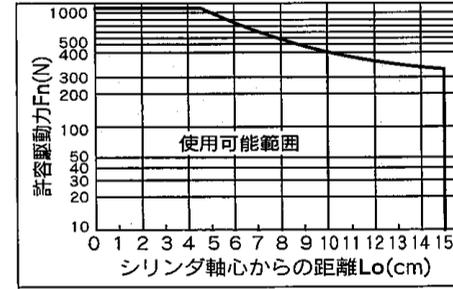

図12 シリンダ軸心からの距離と許容駆動力の関係
- ① 負荷を水平に移動させる駆動抵抗力 F_n (N)を求めます。
- ② 負荷に駆動力を与える点からシリンダの軸心までの距離 L_o (cm)を求めます。
- ③ 図12より L_o と F_n からチューブ内径を選定します。
負荷の駆動抵抗力 $F_n=100$ (N)シリンダ軸心から作用点の距離 $L_o=8$ cm、図12の横軸の軸心から8cmを縦に延長して交点を求め、横に縦軸の許容駆動力を求めます。